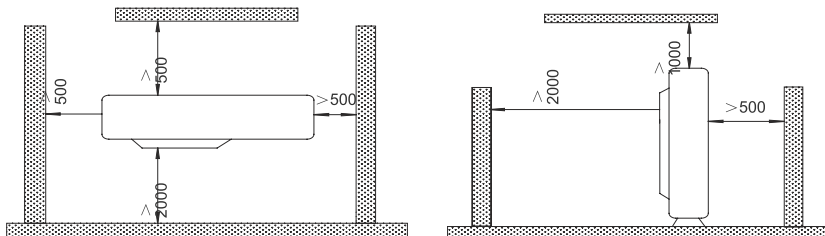

Abb. 3
- (1). Die Einheit an einem Ort installieren, an dem sich keine Verschmutzungen im Rahmen des Möglichen ansammeln können.
- (2). Die Innen- und Außeneinheiten sollten leicht miteinander verbunden werden können.
- (3). Kondensationswasser muss leicht trocknen können.
- (4). Tiere oder Pflanzen nicht in den direkten Wärmeluftstrom platzieren.
- (5). Das Gewicht der Einheit immer bei der Installation berücksichtigen, damit Vibrationen und Geräusche am Installationsort reduziert werden können.
- (6). Vor der Installation sicherstellen, dass der Installationsort für das Gewicht der Einheit geeignet ist, um Geräusche und Vibrationen zu minimieren.
- (7). Sicherstellen, dass die Abstände laut Abb. 3 entsprechen, damit der Luftstrom nicht blockiert wird.